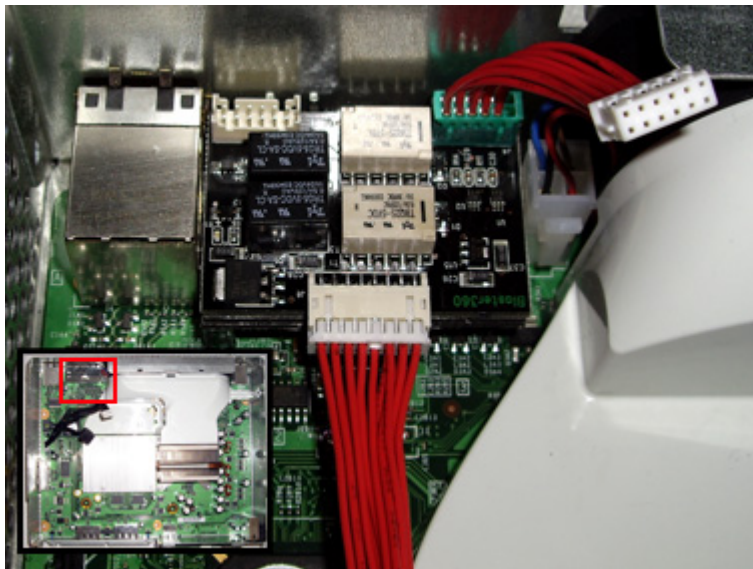

Imagen 2D
5. Colocamos el PCU tal y como se muestra en la imagen 2D.